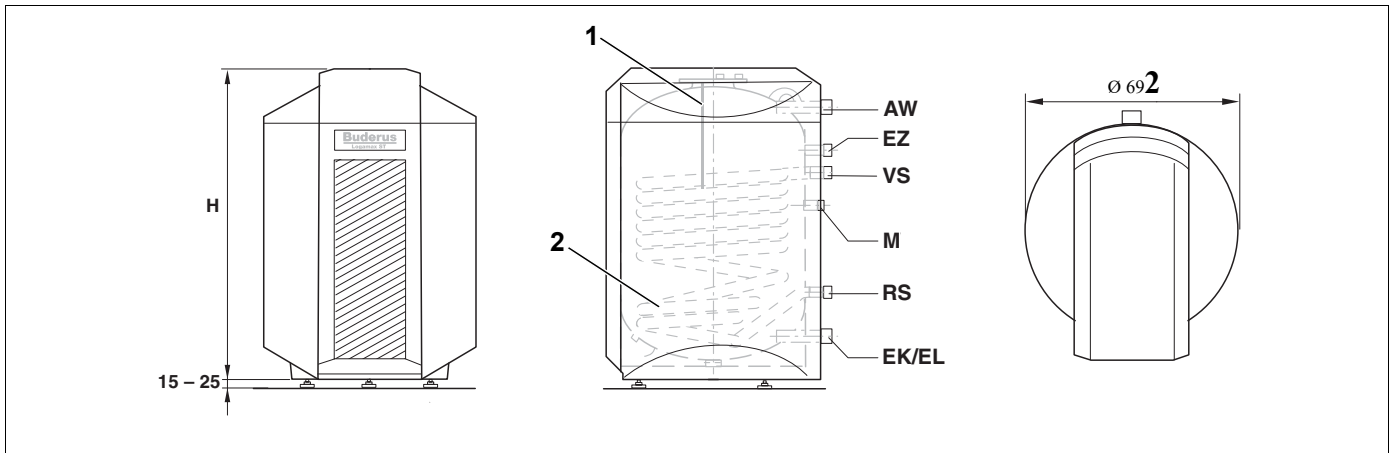

Рис. 2 Размеры и подключения (приведены в мм)
- Приварная гильза для установки температурного датчика горячей воды (рис. 2, стр. 7, **М**)
Через гладкотрубный теплообменник (рис. 2, стр. 7) происходит теплопередача энергии воды греющего контура воде для контура ГВС в бак-водонагревателе. Температура равномерно распределена по всему объему бака.